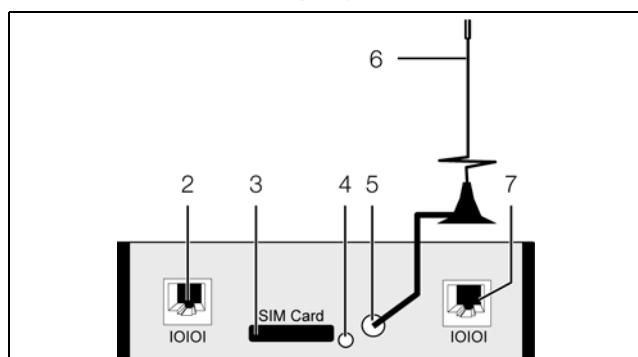

Рис. 9: Задняя сторона GSM-блока
- Нажмите на кнопку извлечения SIM-карты (рис. 9, поз. 4). Держатель SIM-карты выталкивается из слота (рис. 9, поз. 3).
- Подключите antennу к соответствующему разъему на задней стороне GSM-блока (рис. 9, поз. 5).
- Соедините GSM-блок с помощью кабеля RJ 12 с Процессорным блоком CMC III (рис. 9, поз. 2 или поз. 7).